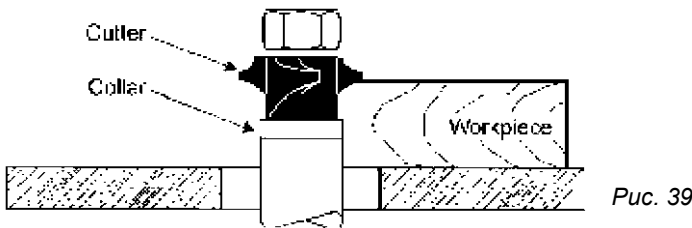

Рис. 39
1. Когда проставочное кольцо устанавливается ниже режущего инструмента (рис. 39)